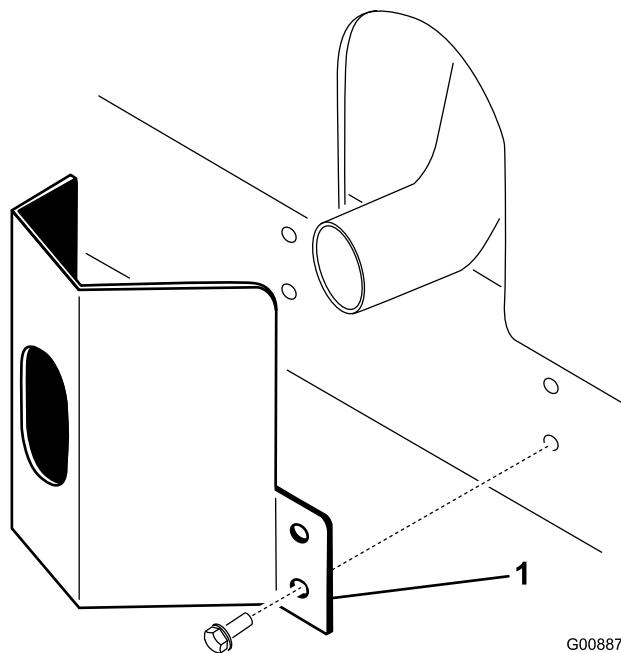

Bild 10
die Befestigungslöcher auf die im Rahmen abstimmen (Bild 10).
2. Befestigen Sie das Auspuffschutzblech mit vier Blechscrenen am Rahmen (Bild 10).